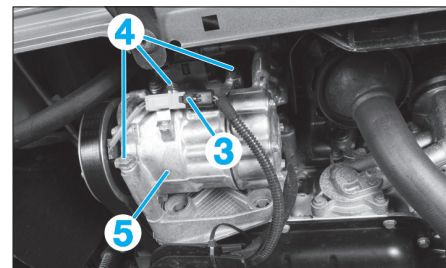

Fig. 3
- Déconnecter le connecteur (3) (Fig.3).
- les vis (4) de fixation du compresseur de climatisation (5),
- le compresseur de climatisation (5).